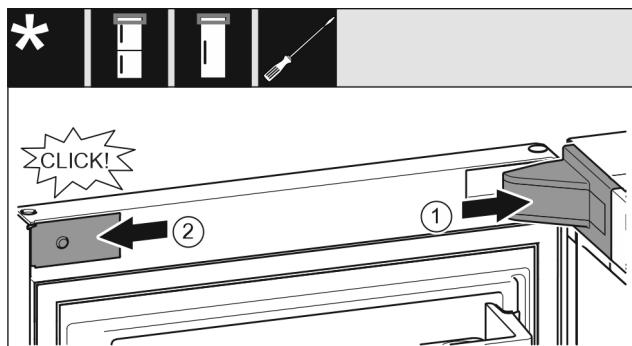

Fig. 22
- Nasadte kryt ložiskovej konzoly a zaistite, príp. opatrne roztlačte. Fig. 22 (1)
- Zberu nasadte a zaistite kryt. Fig. 22 (2)